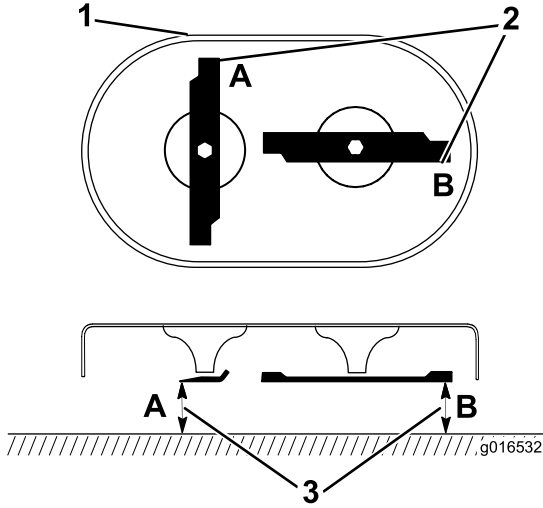

Figure 37
1. Faites pivoter les lames pour les positionner comme montré à la Figure 37.
2. Mesurez la distance entre une surface plane et le tranchant des lames aux points **A** et **B**, (Figure 37), et notez ces deux dimensions.